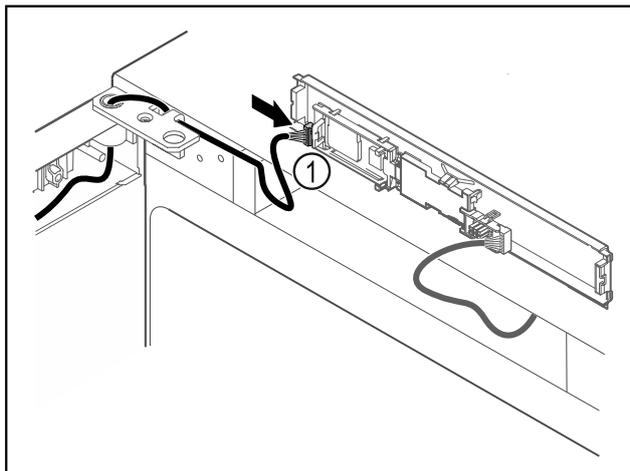

Fig. 60
- Stecker Fig. 60 (1) an Platine anstecken.